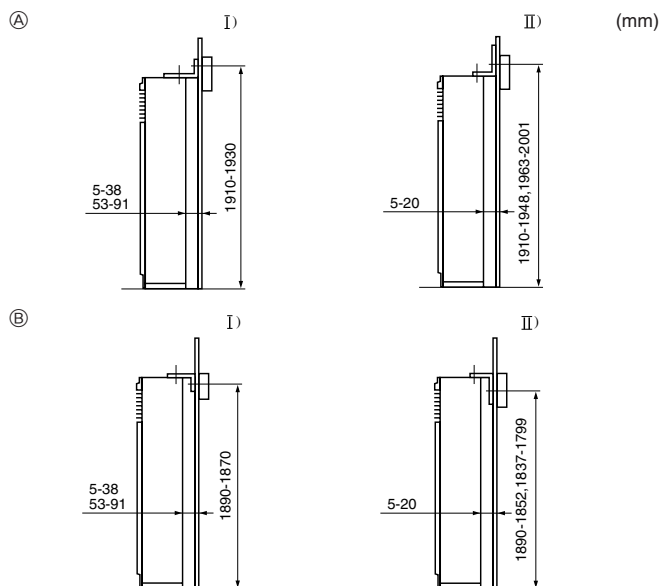

Fig. 3-3
Se Fig. 3-3 vedrørende korrekt monteringsafstand.
3.3. Montering af beslaget til forhindring af væltning (Fig. 3-3)